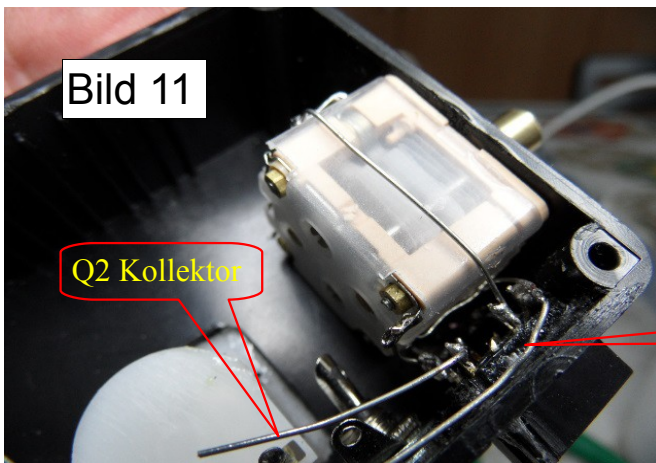

Bild 11
- h) Bild 11 zeigt den eingebauten und fertig verlöteten Drehkondensator.